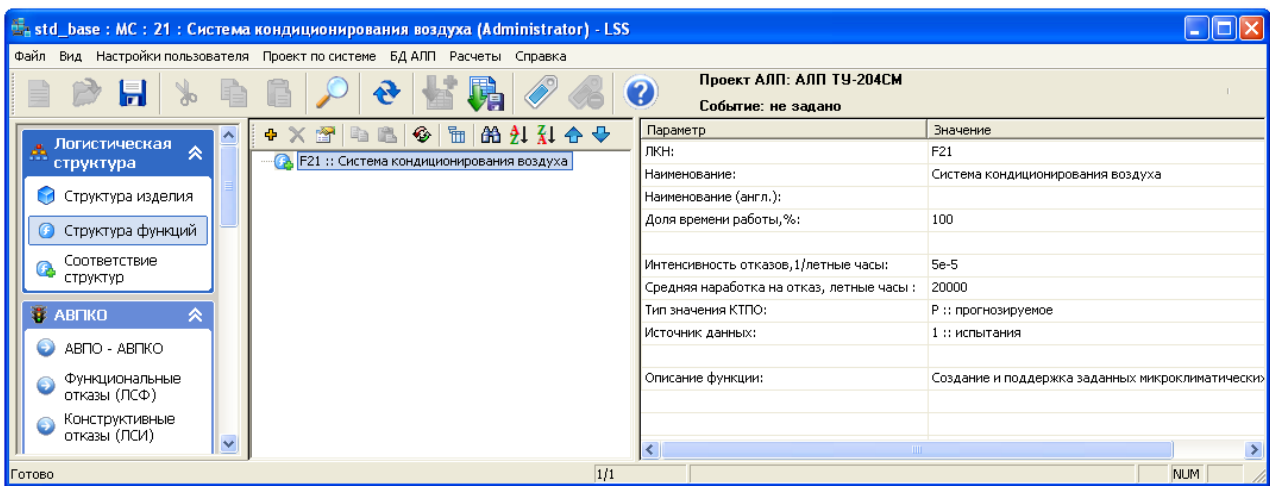

Рис. 6-7
- Для сохранения введенных данных и закрытия окна **Элемент ЛСФ** нажмите на кнопку **ОК**. При этом на вкладке **Структура функций** появятся введенные данные корневого элемента (рис. 6-7).